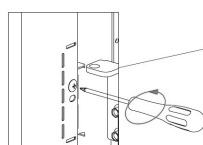

Fig. 56 - Extracción de los tornillos
- Coloque el panel que ha quitado anteriormente, encima del acabado, coincidiendo con los agujeros de fijación y enrosque los tornillos (vea **Fig. 56**).